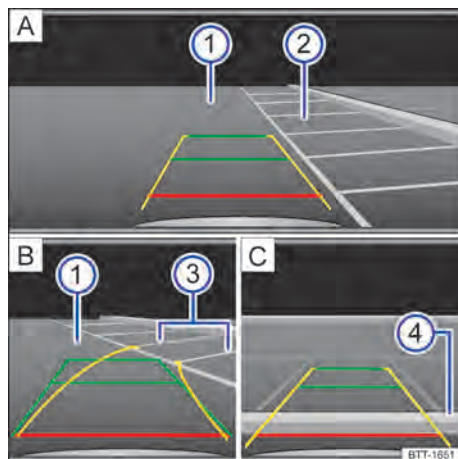

Fig. 164 Exibição do display do sistema Infotainment: estacionar transversalmente com a câmera de marcha a ré.
Legenda para → Fig. 164:
- Posicionar o veículo em frente à vaga de estacionamento → Fig. 164 **A** **2**.
- Dirigir de modo que as linhas amarelas conduzam à vaga de estacionamento. As linhas verdes e amarelas devem coincidir com as linhas de limitação laterais → Fig. 164 **B** **3**.
- Parar quando a linha vermelha alcançar o limite traseiro → Fig. 164 [C] ④.